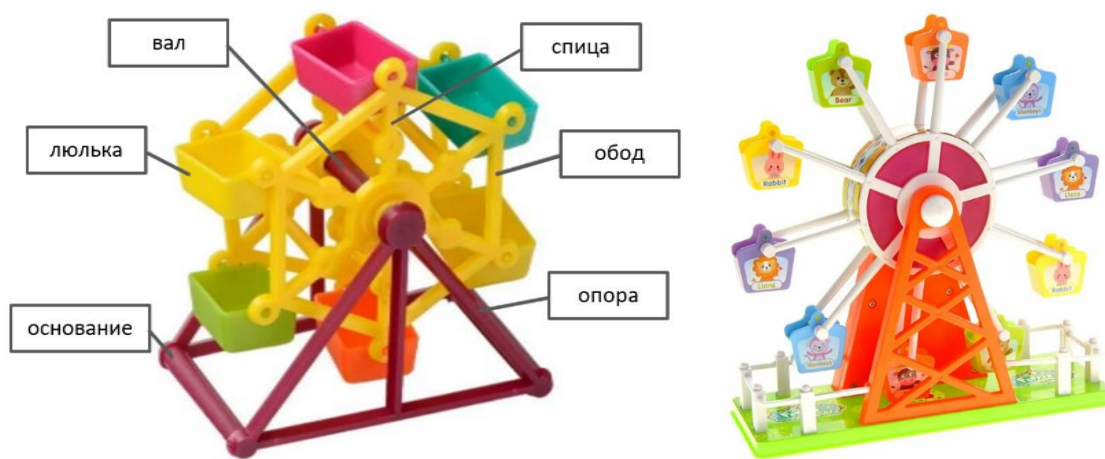

Рис.1. Варианты игрушки «Колесо обозрения»
1. По указанным данным, сделайте макет «Тауэрского моста» (Рис. 1; Рис.3).
(Рис. 1)
- ✓ модель колеса обозрения функциональна (подвижна), состоит не менее чем из трёх элементов: основания с опорами, колеса (из ободьев и спиц), набора люлек, – см. Рис.1), прочая детализация – на усмотрение участника;
- ✓ основание с опорами может быть представлено устойчивой рамой, декоративные элементы (например, как ограда на Рис.1 справа) – на усмотрение участника;